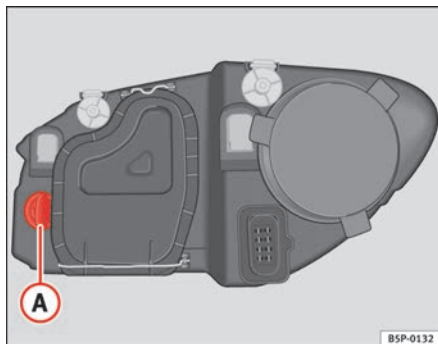

Abb. 183 Glühlampe für Blinker
- Die Fassung ⇒ Abb. 183 **A** nach links drehen und ziehen.